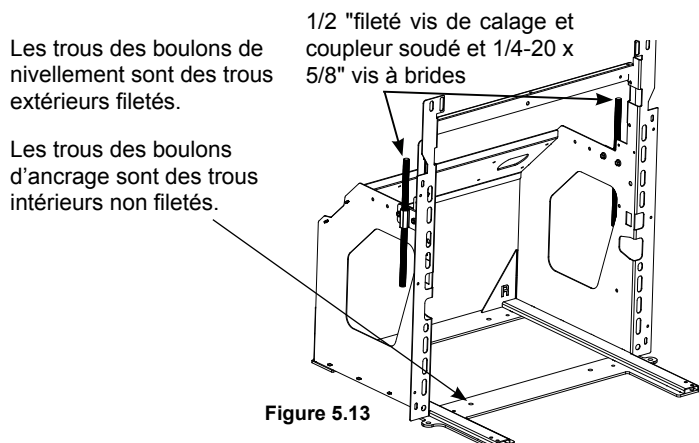

Figure 5.13
Avec le pourtour en place et le cordon d'alimentation installé, installez le cadre de montage dans l'ouverture. Vissez les (4) boulons de mise à niveau de 5/16 po - 18 dans les trous filetés au fond de la structure de montage, puis réglez ces boulons pour s'assurer que le cadre est de niveau. **REMARQUE :** Il ne sera peut-être pas nécessaire d'utiliser l'ensemble des 4 boulons de nivellement. Voir Figure 5.13. Serrez les boulons d'écartement de ½ po contre le linteau.